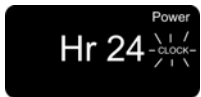

Fig. 15
1. Appuyez sur le bouton Horloge une fois : Hr24 s'affiche. Appuyez sur le bouton une seconde fois : Hr12 s'affiche. Le mot CLOCK (Horloge) s'affiche continuellement. (Fig. 15)